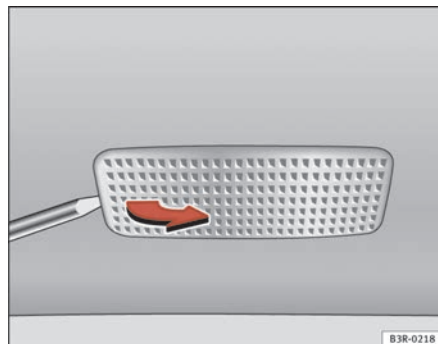

Fig. 235 Smontaggio della luce dell'aletta parasole
- Rimuovere la luce con cautela, usando la parte piatta del cacciavite ⇒ fig. 235.